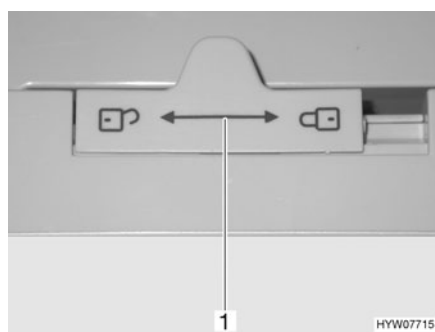

Fig. 149 Bloqueo de la puerta del frigorífico (Dometic de la serie 7)
- Empujar el bloqueo (Fig. 149,1) hacia la izquierda .
- Empujar el bloqueo (Fig. 149,1) completamente hacia la derecha .